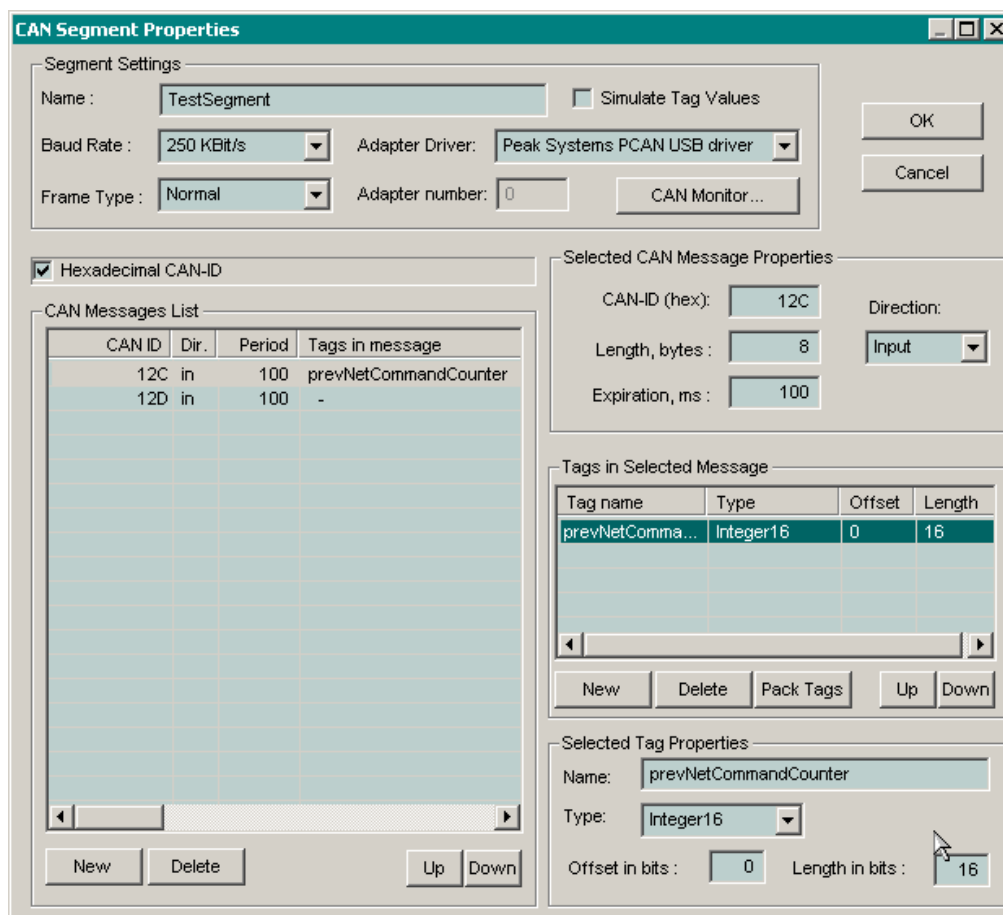

Рис. 63. Добавление тега prevNetCommandCounter
- Выберите сообщение с CAN ID 12C в списке **CAN Messages List**, нажмите кнопку **Tags in Selected Message–New**, а затем введите имя тега *prevNetCommandCounter* в поле **Selected Tag Properties–Name** и нажмите кнопку **Apply**. Содержимое диалоговой панели свойств сегмента сети CAN примет вид, показанный на рис. 63